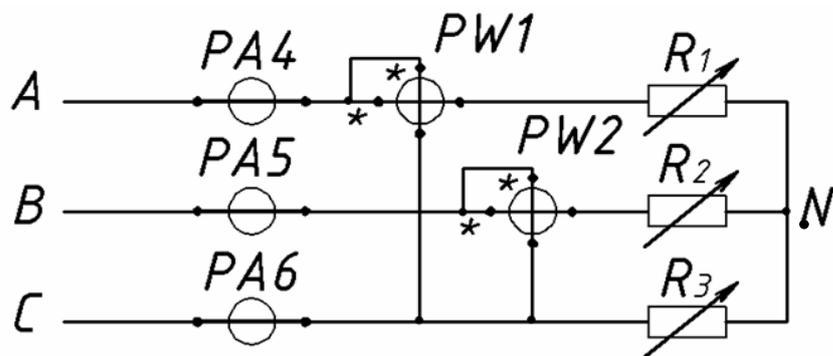

Рисунок 4 – Схема замера активной мощности методом двух приборов
- 7 Собрать схему (рисунок 4).